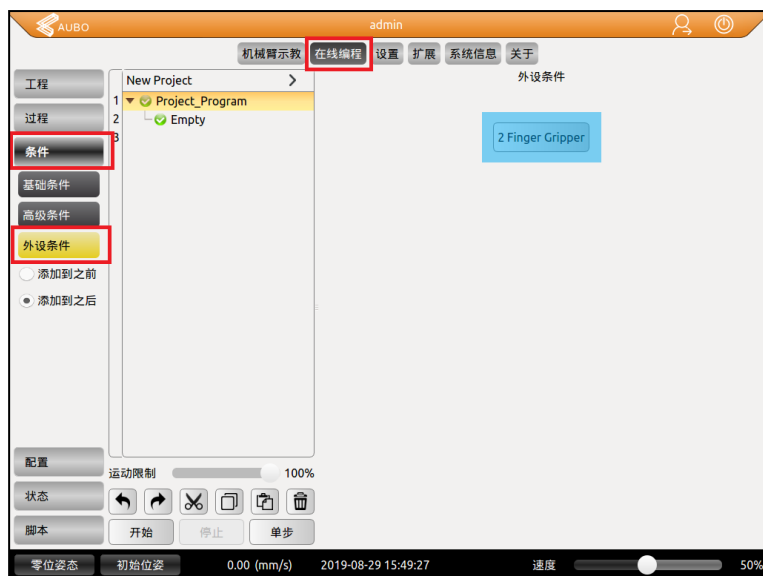

图 5.47 在线编辑
5. 点击上方的**在线编程**按钮, 进入工程编程编辑页面, 在左侧选择条件, 将会出现三个条件命令选项, 选择**外设条件**, 右侧界面将会出现 **2 Finger Gripper** 的可选项, 如图 5.47 所示。
6. 点击**添加夹爪控制**节点，点击节点 **Gripper2F Undefined** 可以设置夹爪参数，如图 5.47 所示。